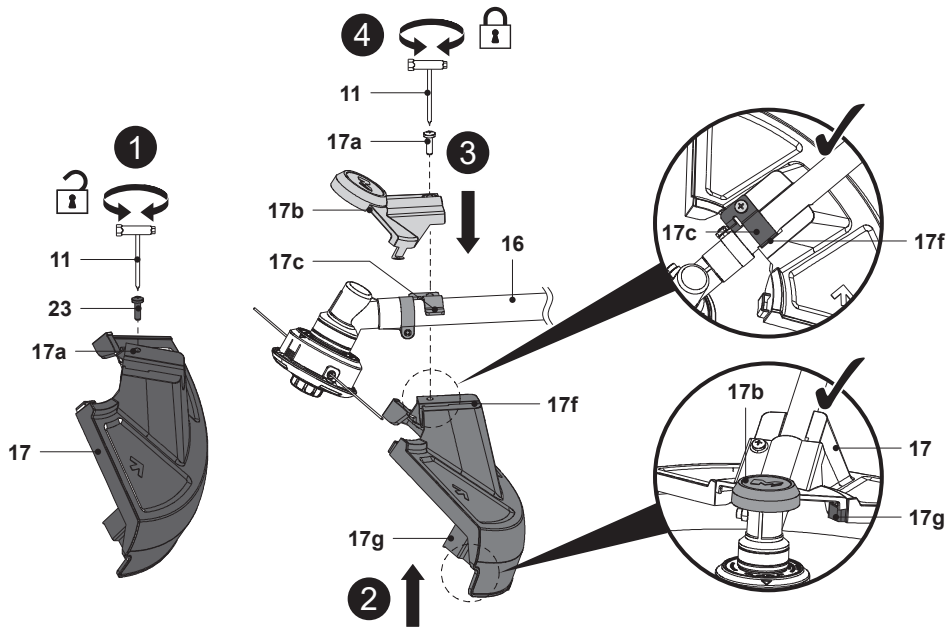

Fig. 3
1. Retirer le boulon (17a) de la protection (17) à l'aide de l'outil multifonction (11) fourni et le garder à portée de main (Fig. 3, étape 1).
2. Aligner la protection (17) sur le support de protection (17c) de la perche inférieure (16) et la maintenir en place (Fig. 3, étape 2).
3. Aligner le capot de protection (17b) sur le support de protection (17c) de la perche inférieure (16). S'assurer que la partie métallique du support de protection (17c) est complètement insérée dans la fente (17f). S'assurer que le clip du capot de protection (17b) est enfoncé dans la boucle (17g) de la protection (17) (clic audible) (Fig. 3, étape 3).
4. Vérifier que les trous de vis de la protection (17), du support de protection (17c) et du capot de protection (17b) sont bien alignés.
5. Fixer le tout en serrant le boulon (17a) dans le sens horaire à l'aide de l'outil multifonction (11) fourni (Fig. 3, étape 4).